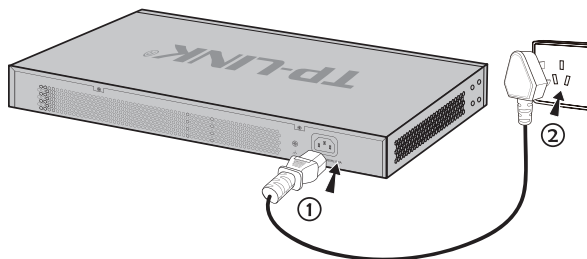

图3-3 电源线连接示意图
2. 交换机原装电源线连接交换机与电源插座，如图3-3所示。